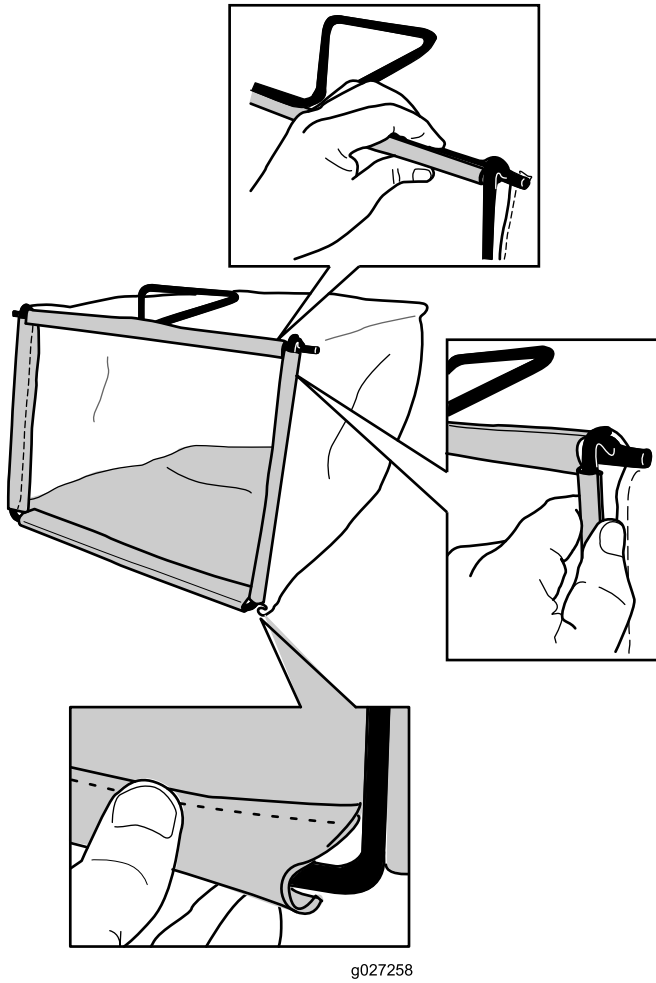

Figura 10
- Enganche el canal inferior de la bolsa en la parte inferior del bastidor (Figura 10).
- Enganche los canales superiores y laterales de la bolsa en la parte superior y en los laterales del bastidor, respectivamente (Figura 10).